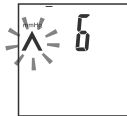

Рис.9
2. Раздастся звуковой сигнал и начнется быстрое нагнетание воздуха в манжету. При этом замигает символ «^» и выводимое на дисплей значение будет увеличиваться (рис.9). Нагнетание прекратится на оптимальном уровне благодаря алгоритму Fuzzy Inflation.